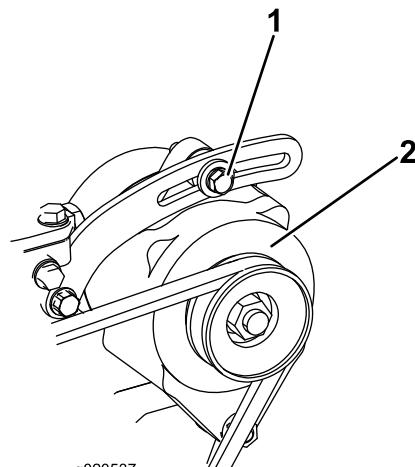

図 87
2. たわみが10mmでない場合には、オルタネータ取り付けボルトをゆるめる図 87。適當な張りに調整してボルトを締める。ベルトのたわみが適切に調整されたことを確認する。